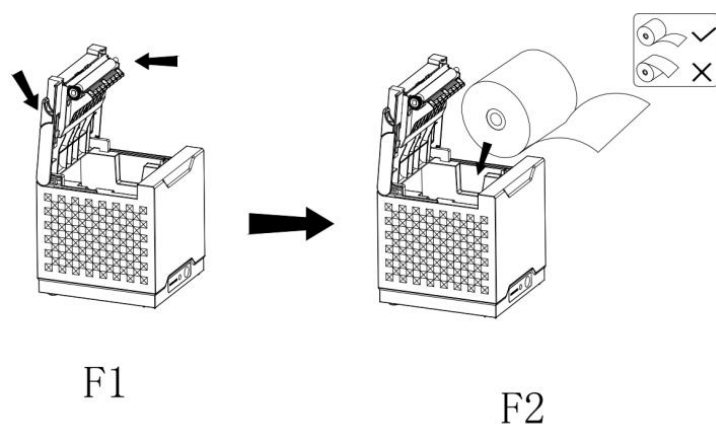

图 3-1 纸卷安装步骤
- (1) 向上扳动左侧的开门扳手，打开纸仓盖。
- (2) 将热敏纸卷放入打纸机的纸仓，如图 3-1 所示的 F1。纸卷中拉出一段，接着将纸端放在机头上，注意
纸的热敏面朝打印头方向，如图 3-1 所示的 F2。